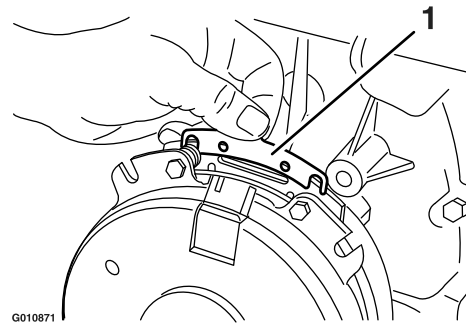

Figure 79
- B. À l'aide d'une pince à becs longs ou avec les doigts, saisissez la languette et déposez la cale (Figure 79).
Enlevez l'herbe, les saletés et autres débris éventuellement accumulés sur la protection du moteur. Cela permet d'assurer un refroidissement et un régime moteur corrects, et réduit les risques de surchauffe et de dommages mécaniques au moteur (**Figure 79**).